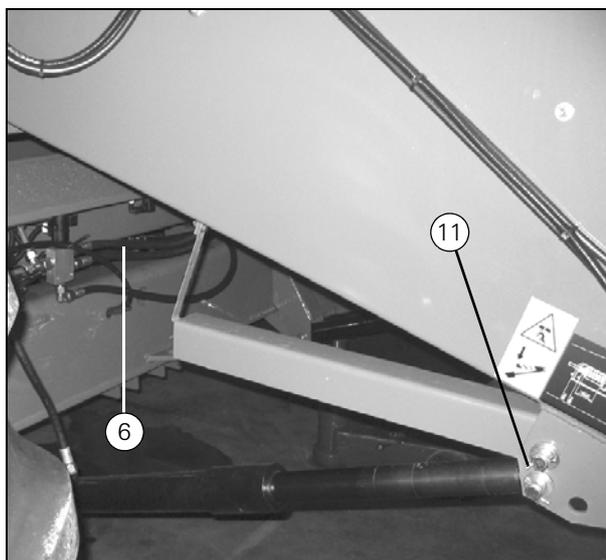

Рисунок 3
11. Снимите шпильки силовых цилиндров (Рис. 3).